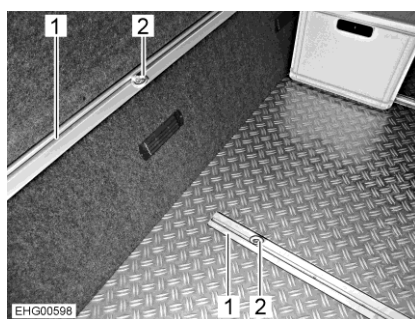

Fig. 5 Occhielli di ancoraggio (garage di coda)
- Ruotare l'occhiello di ancoraggio (Fig. 5,2) in senso antiorario di un mezzo giro. È possibile spostare l'occhiello di ancoraggio (Fig. 6).
- Spingere l'occhiello nella guida di ancoraggio (Fig. 5,1) nella posizione desiderata.